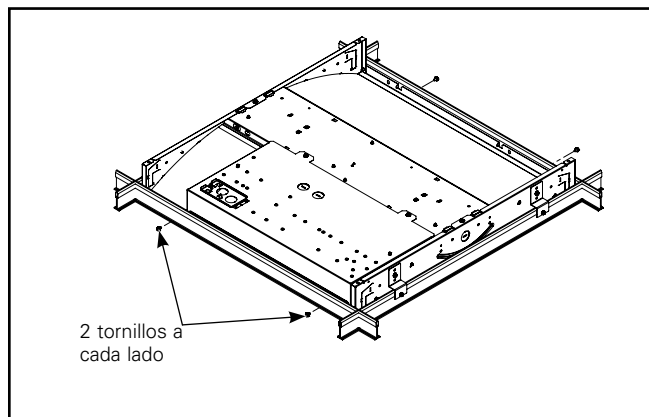

Figura 9.
6. Asegure los otros dos lados cortos de la pared con tornillos autorroscantes a la grilla en T como se muestra (Figura 9). Para un 14FCZ2/24FCZ2, asegúrelo con 3 tornillos a cada lado (Figuras 10 y 11). Para un 22FCZ2, asegúrelo con 2 tornillos a cada lado (Figura 9).
- Asegure los otros dos lados cortos de la pared con tornillos autorroscantes al kit de panel de yeso como se muestra (Figura 9). Para un 14FCZ2/24FCZ2, asegúrelo con 3 tornillos a cada lado (Figuras 10 y 11). Para un 22FCZ2, asegúrelo con 2 tornillos a cada lado (Figura 9). Asegúrese de perforar los tornillos a través de la pared del kit de panel de yeso y la pared del accesorio. La pared del accesorio será más corta que la pared del kit de panel de yeso.